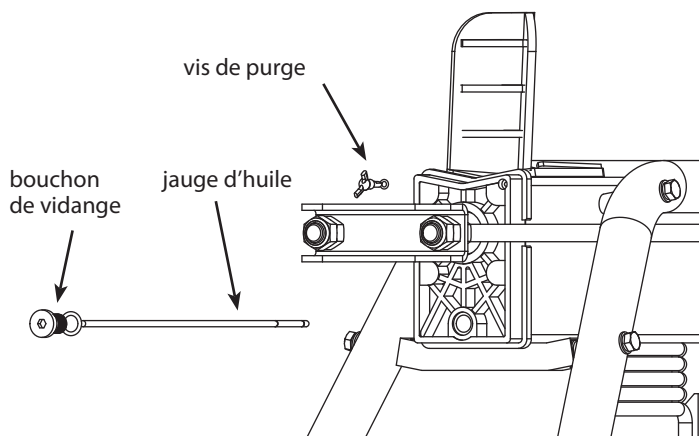

Figure 8
2. Retirer la vis de vidange et la jauge d'huile. S'assurer que la vis de purge est serrée de façon étanche. **(VOIR FIGURE 8)**